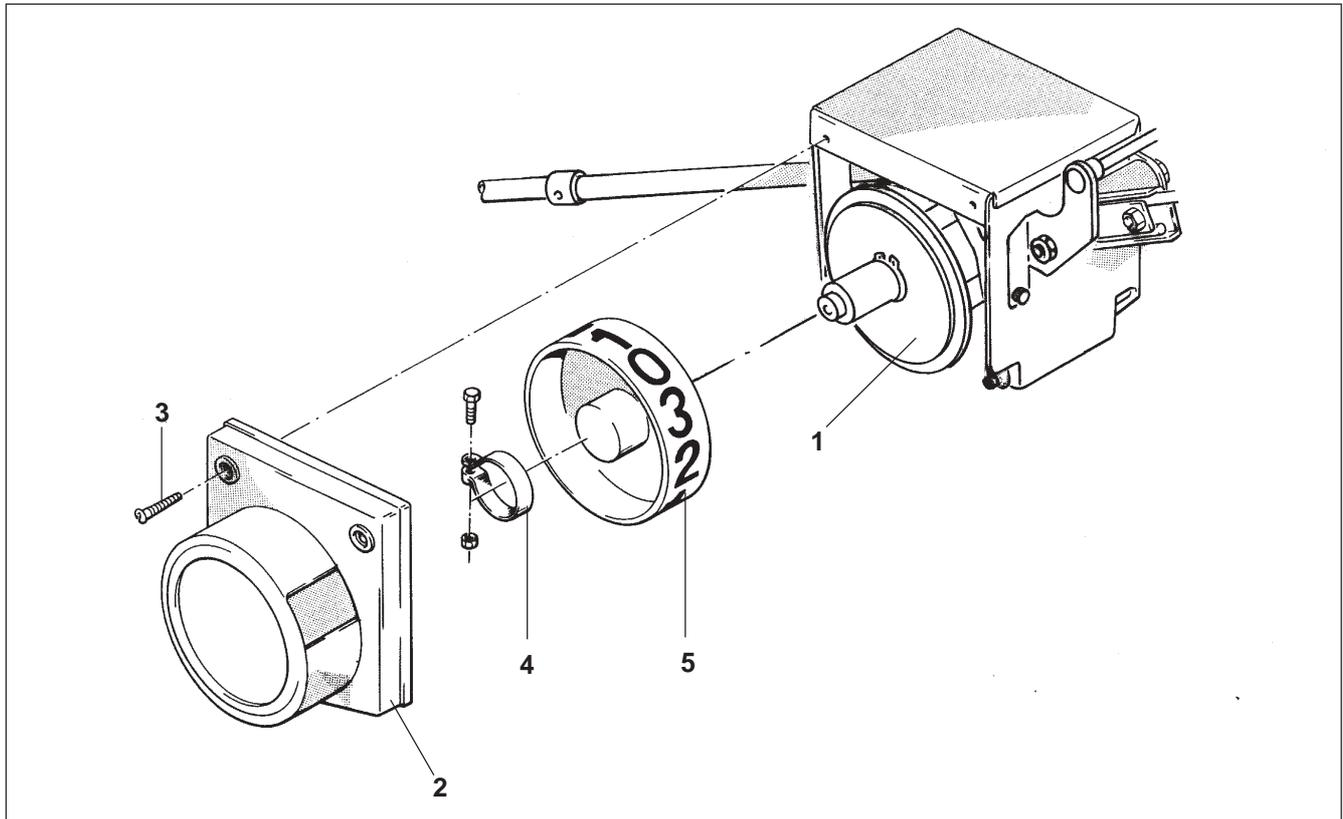

Fig. 26.50
In den Schaltkasten ist ein neues Teilungsrads (Fig. 26.50/1) einzusetzen beim Umbau
- Schutzdeckel (Fig. 26.50/2) nach dem Lösen der zwei Blechschrauben (Fig. 26.50/3) abnehmen
- Schelle (Fig. 26.50/4) lösen und zusammen mit dem Anzeigerad (Fig. 26.50/5) abziehen.